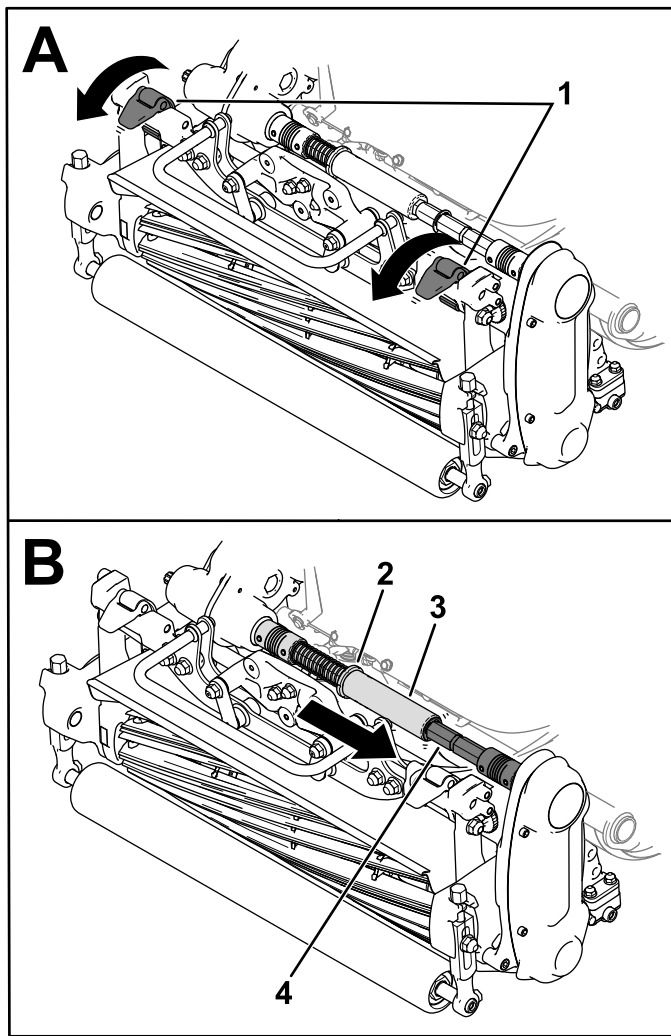

图 28
3. 向下移动悬挂门锁以将滚刀组固定到机器上图 28。
- 将环圈移出变速箱联轴器轴槽并将六角管道插入滚刀组联轴器轴图 28。